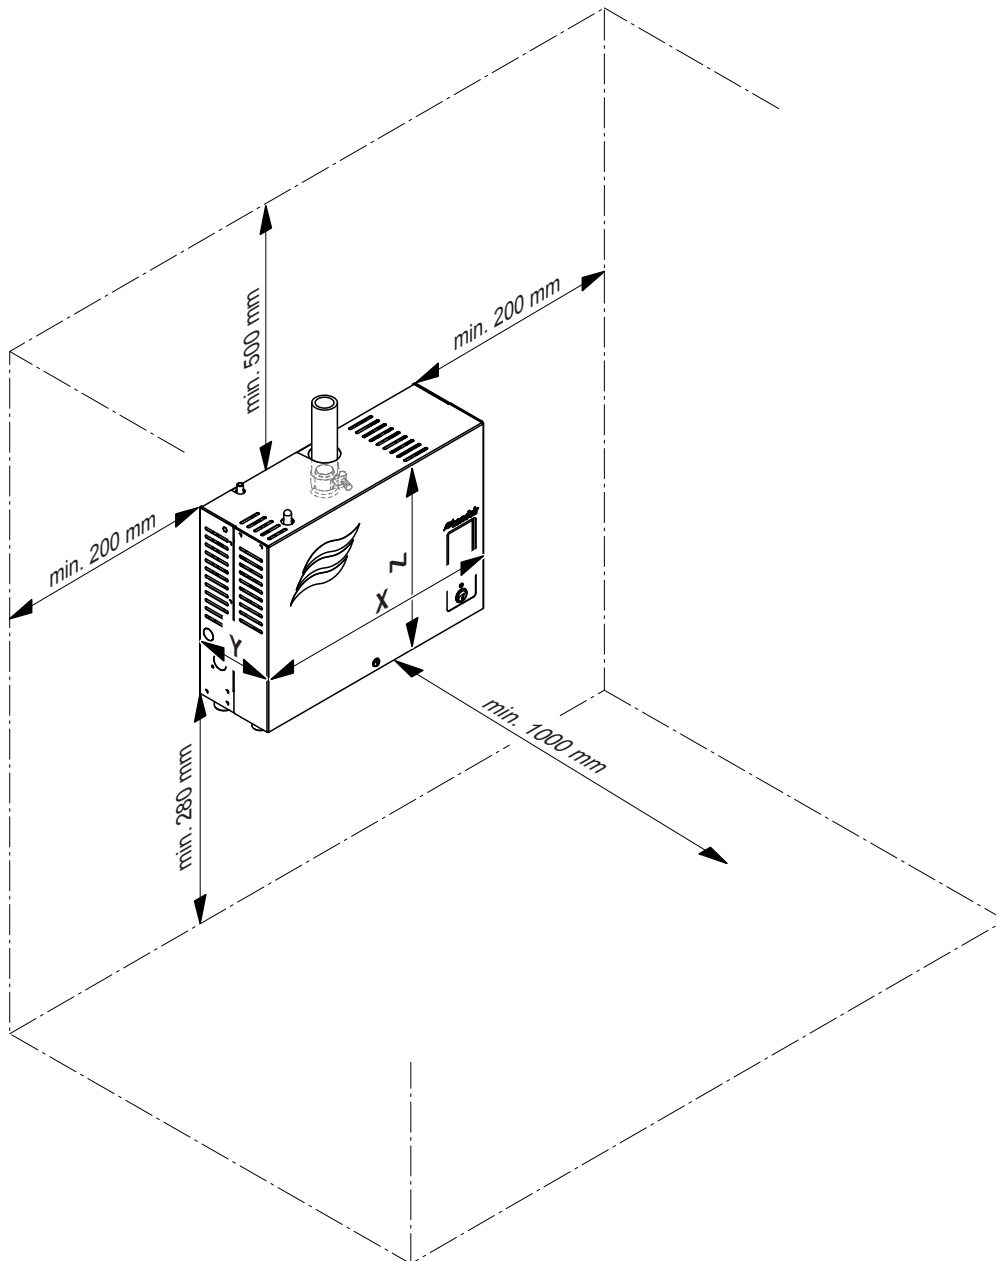

Abb. 3: Einzuhaltende Abstände
- Der Dampf-Luftbefeuchter Condair RM ist für die Wandmontage oder mit den optionalen Bodenblechen für die Bodenmontage konzipiert. Darauf achten, dass die Konstruktion (Wand, Pfeiler, auf dem Boden befestigte Standkonsole, etc.) an der bzw. auf die das Gerät montiert werden soll, eine **ausreichende Tragfähigkeit** (Gewichtsangaben beachten, siehe Mass- und Gewichtstabelle nach Abb. 3) aufweist und für die Befestigung geeignet ist.
- Den Condair RM so platzieren, dass das **Gerät gut zugänglich** und genügend Platz für die Wartung vorhanden ist. Die **Minimalabstände** gemäss Abb. 3 **müssen eingehalten werden**.